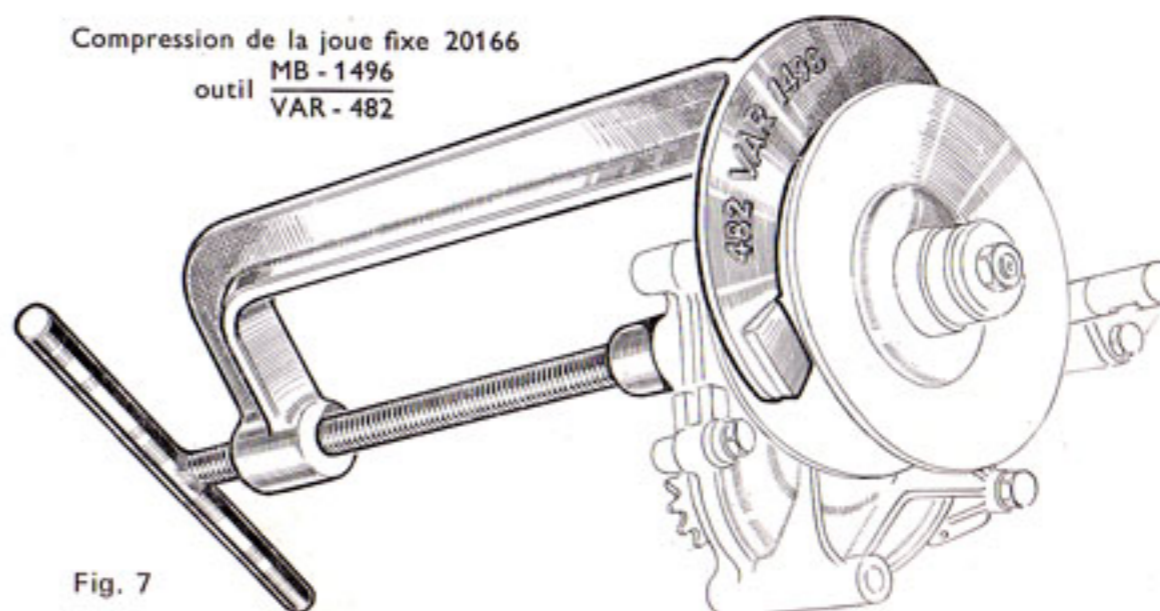

Fig. 7
- Comprimer la joue de poulie N° 20166 avec l'outil compresseur N° $\frac{\text{MB - 1496}}{\text{VAR - 482}}$ Fig. 7.
NOTA. — Le compresseur Fig. 7 permet le démontage de la poulie sans déposer la boîte relais, et ceci sur toutes les machines à boîte relais. Il est toutefois nécessaire de déposer l'échappement complet.
Lors du remontage de la joue fixe de poulie 20166 il est indispensable d'utiliser le compresseur MB - 1496 VAR - 482 Fig. 7.